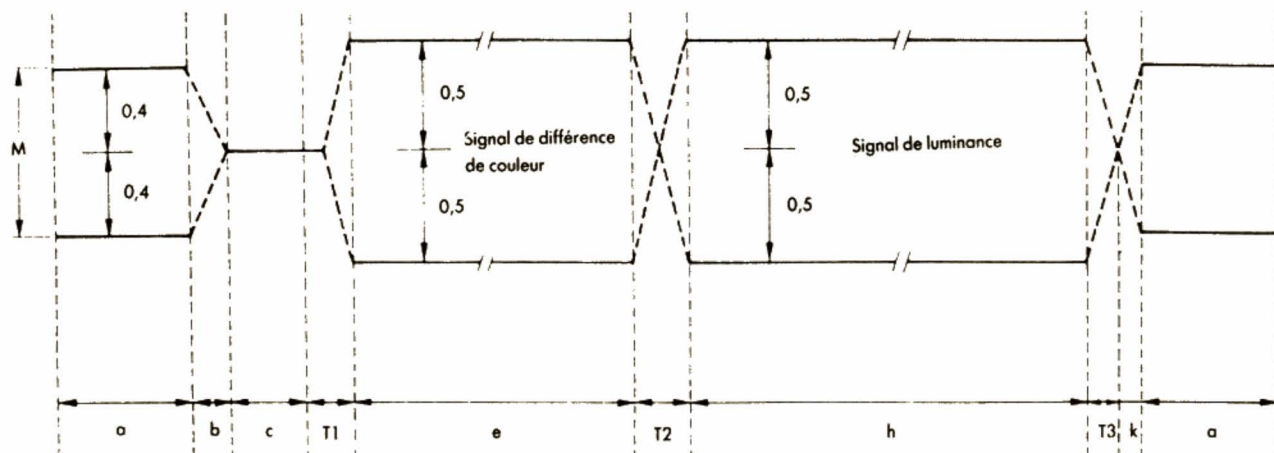

Fig. 2. - Le contenu d'une ligne dans le système D2 MAC.
marque déposée de la firme Monolithic Memories) est un composant dont la structure vous est présentée figure 2. C'est donc un réseau de ET programmables et de OU fixes. On rencontre également, dans les mêmes familles de boîtiers, des FPGA (Field Programmable Gate Arrays) qui sont des réseaux de ET programmables seulement, et des FPLA (Field Programmable Logic Array) qui sont des réseaux de ET et de OU programmables.
La figure 2 représente le contenu d'une ligne d'un signal vidéo codé selon la norme D2 MAC. Nous y voyons trois composantes essentielles :
Cela étant vu, il nous faut apporter quelques précisions indispensables à cette figure 2. Comme elle représente le contenu d'une ligne, la durée totale du signal est de 64 µs. Ce signal est du type échantillonné et comporte 1 296 échantillons, ce qui nous donne une fréquence d'horloge d'échantillonnage à l'émission de 20,25 MHz. Nous pouvons maintenant renseigner complètement la figure 2 en précisant la durée et la fonction de chaque zone.
**NOTA.** - Les informations relatives à la norme MAC ainsi que la figure 2 sont extraites du document intitulé Spécifications des systèmes de la famille MAC Paquets édité par l'UER.